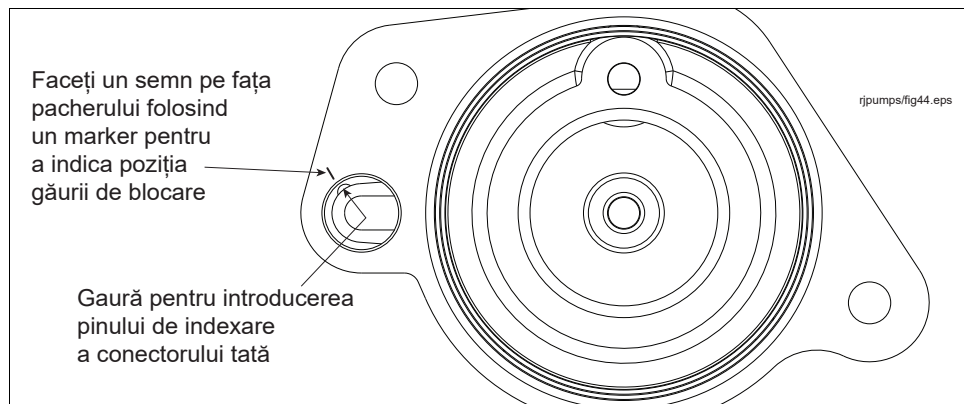

Figura 34. Gaura de blocare a conectorului tată în baza mufei
6. Faceți un semn pe fața pachetului folosind un marker, pentru a indica poziția găurii de blocare (vezi Figura 34).
11. Pinul de blocare de pe spatele conectorului trebuie să stea în gaura din baza mufei conectorului tată (vezi Figura 34) pentru ca primul conector să fie corect orientat față de conectorul tată.